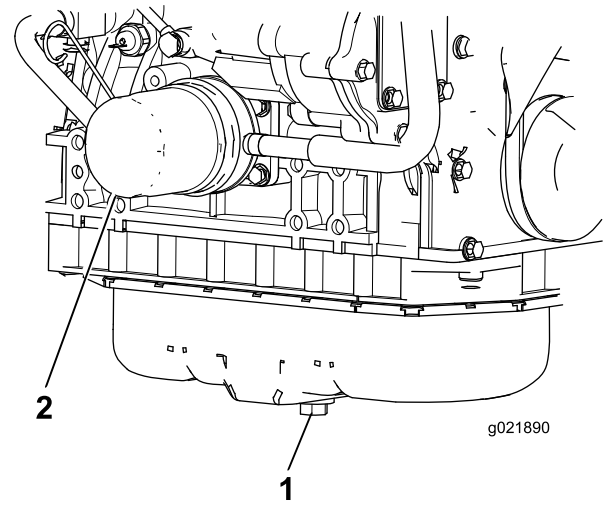

Figura 62
1. Retire el tapón de vaciado del aceite de motor (Figura 62) y deje fluir el aceite a un recipiente apropiado. Una vez que se haya vaciado todo el aceite, coloque el tapón de vaciado.
2. Retire el filtro de aceite (Figura 62). Aplique una capa ligera de aceite limpio al filtro nuevo antes de enroscarlo. **No apriete demasiado.**